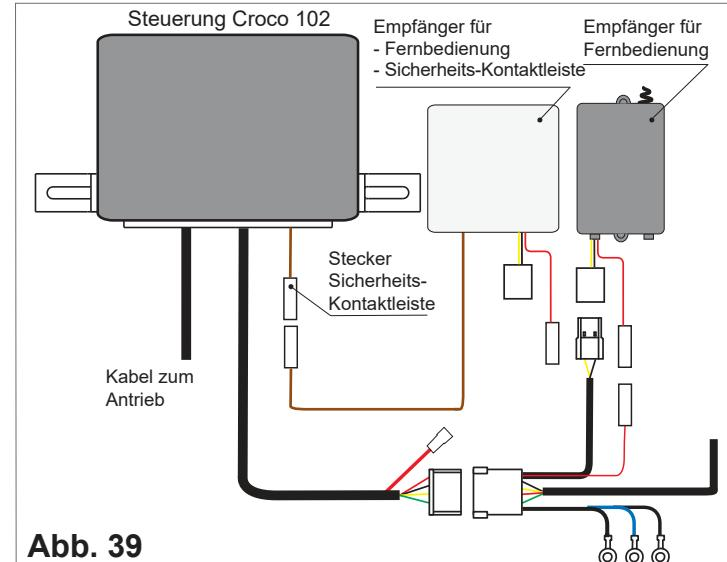

Abb. 39
**Croco 102:** Schliessen Sie den entsprechenden Empfänger, wie in Abb. 39 angegeben, an die Steuerung an.